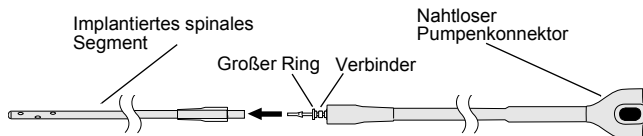

Abbildung 9. Einföhren des Verbinders
5. Die Zugentlastungsmanschette auf dem Pumpensegment nahe dem Verbinder festhalten und den Verbinder in das spinale Segment einführen, bis das spinale Segment an den nächsten großen Ring des Verbinders stößt. Dabei darauf achten, dass sich die Lage des Katheters im Subarachnoidalraum nicht ändert (Abbildung 9).